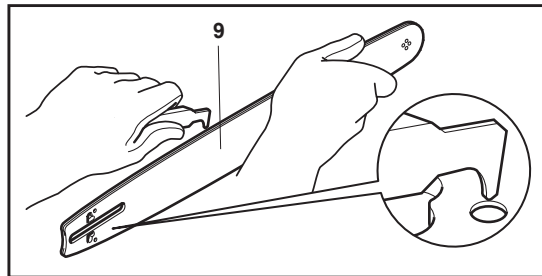

Fig. 38
3. Verifique a roda dentada de acionamento (7). Se estiver gasta ou danificada devido a sobrecarga, solicite a substituição junto de um técnico de assistência autorizado ou uma pessoa igualmente qualificada.
4. Limpe os resíduos das calhas da guia (9) utilizando uma chave de parafusos, uma espátula, uma escova de arame ou outra ferramenta semelhante. Isto irá manter as passagens de óleo abertas para fornecer a lubrificação adequada à guia (9) e à corrente (8) (Fig. 38).